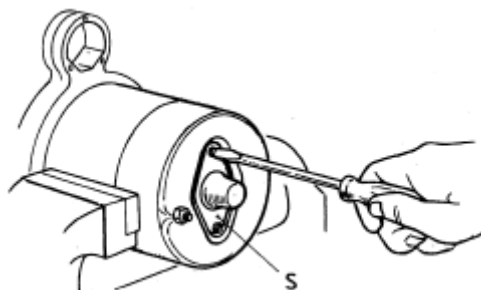

Figura 42: Extracção do capacete ([6])
Agora passemos à desmontagem do estator. Inicia-se a desmontagem pela parte oposta à do pinhão de ataque, o qual suporta o eixo do induzido. Na figura 42 temos um capacete (S), que protege a extremidade do eixo do induzido. Para retirar este capacete, basta remover os dois parafusos que a figura indica. Normalmente, existe uma junta de borracha que também deve ser removida.